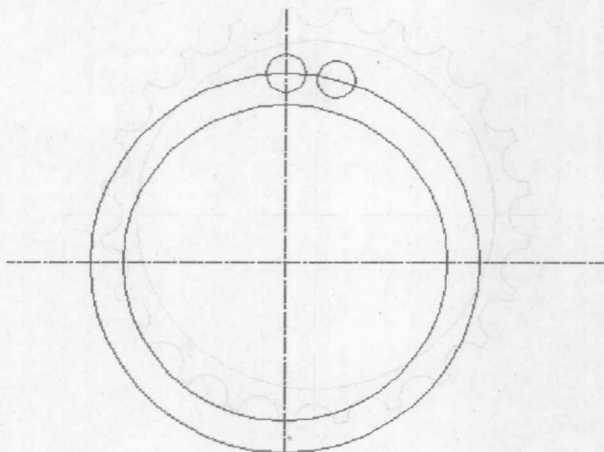
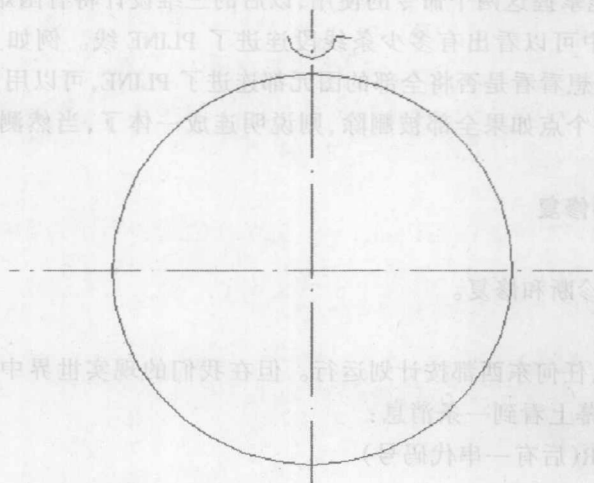

图 1-9
图 1-10
得到如图 1-9 所示的图形。
- (3) 对图 1-9 中的图形进行修剪和删除处理, 得到图 1-10 所示的图形。